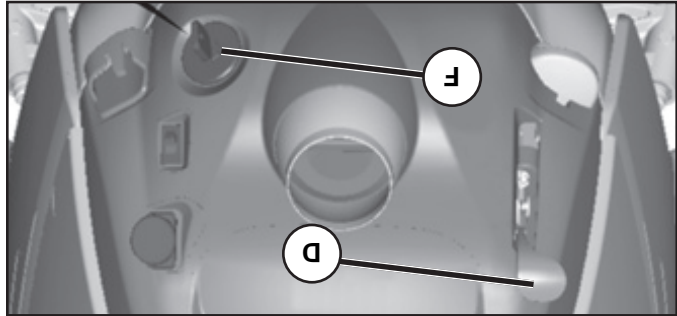

Fig. 6
- Mueva el control de la aceleración (D) a la posición de lento.
- Gire la llave de ignición (F) a la posición de apagado "STOP" y remueva la llave al abandonar el tractor para evitar el uso no autorizado.
PARA USAR EL CONTROL DE LA ACCELERACIÓN (D) (Vea Fig. 6)